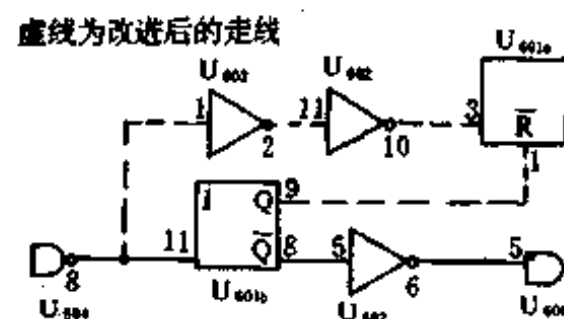

图 1-83
如图 1-83 所示电路解决了以上问题而且不需另加元件。只要将 U601 即 74LS74 的①脚和②脚的连线割开,去掉 U602(74LS74)的⑩脚的接地电路,利用两个空着的反相器